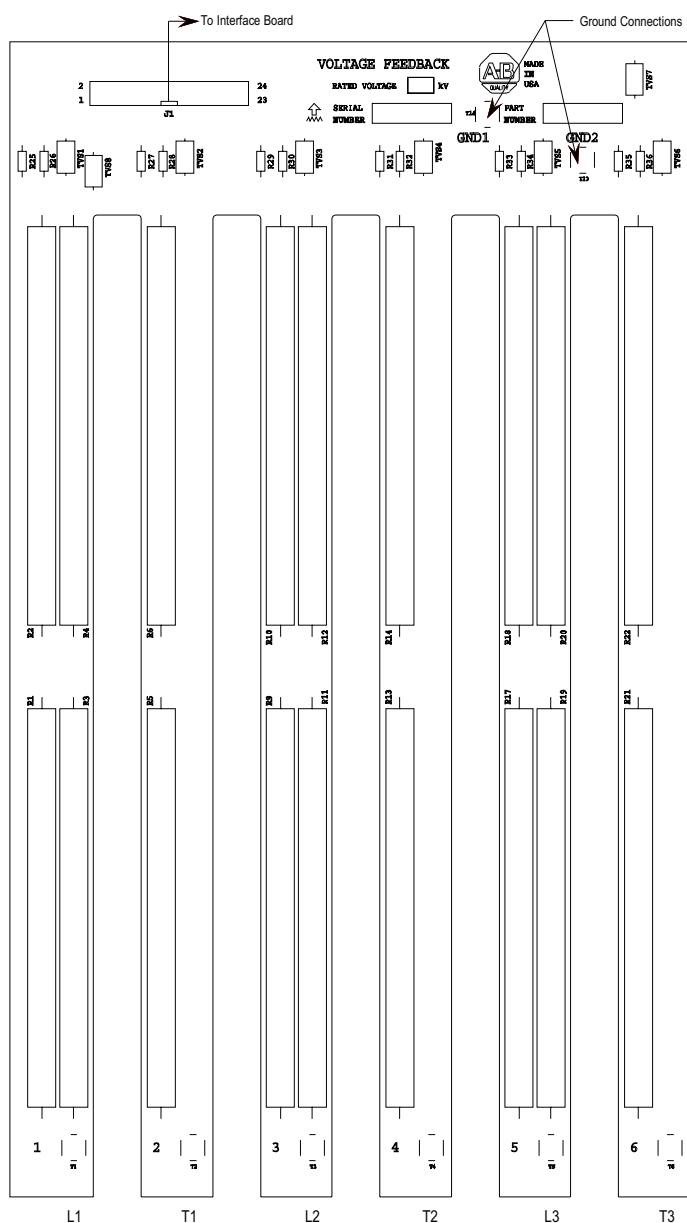

Рисунок 8.9 – Плата измерения напряжения
1. Проверьте сопротивление модуля измерения напряжения (см. рисунок 8.9). Вытяните штекер шлейфа из J1, надавив вниз на защёлку, а затем осторожно вытянув штекер. Измерьте сопротивление между каждым из контактов и заземлением и сравните со значениями на рисунке 8.9. Если в оборудовании имеется переключатель заземления, будет полезно закоротить плату на землю. В этом случае удалите провода заземления, прежде чем производить измерения.